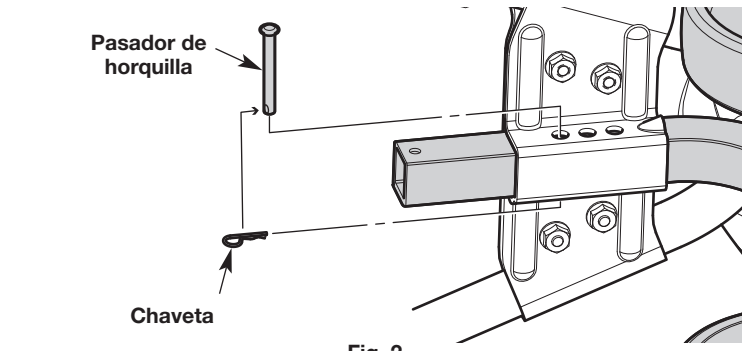

Fig. 2
3. Inserte el pasador de horquilla a través de la guía y el ensamblaje de la rueda y asegúrelo en su lugar con la chaveta (Fig. 2).
2. Quite la chaveta y el pasador de horquilla de la guía y el ensamblaje de la rueda (Fig. 2).
4. Inserte el pasador de horquilla a través de la guía y el ensamblaje de la rueda y asegúrelo en su lugar con la chaveta (Fig. 2).